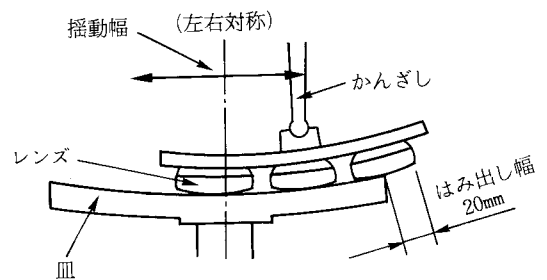

図1-6 揺動幅のセット
- ・ 主軸回転軸に対し左右対称の揺動位置で、レンズが砂かけ皿より約20mmはみだように、クランク位置のセットを行う（図1-6、写真1-17）。
- ② 上軸安全装置の高さのセットを行う（写真1-18）。